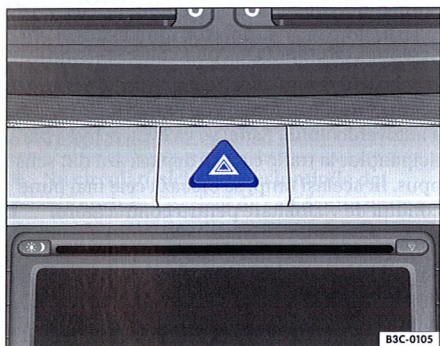

Fig. 42 Imagine din tabloul de bord: Înterupător pentru instalația de avertizare avarie
2. Apăsăți tasta ⇒ fig. 42, pentru activarea semnalizării de avarie ⇒ ⚠.